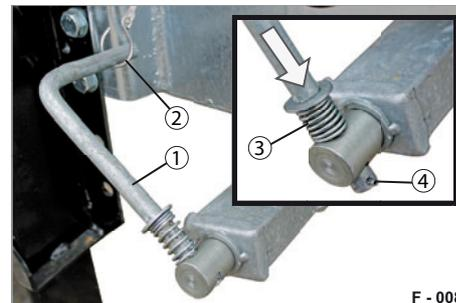
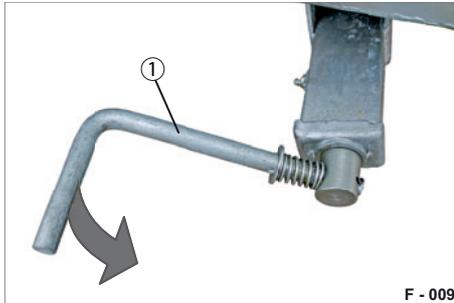

Abb. 14 Spindel-Feststellbremse gesichert
Abb. 15 Spindel-Feststellbremse lösen
- ▶ Drücken Sie die Kurbel (Abb. 14/1) gegen die Druckfeder (Abb. 14/3).
- ▶ Drehen Sie den Kurbelgriff (Abb. 14/1) gleichzeitig um, so dass der Stift (Abb. 14/4) einrastet. Kurbelgriff zeigt zum Fahrgestell.
- ▶ Stülpen Sie den Haken des Sicherungsseils (Abb. 14/2) über die Kurbel. Die Spindel-Feststellbremse ist gegen unbefugtes Lösen gesichert.
- ▶ Lösen Sie den Haken (Abb. 14/2) von der Kurbel (Abb. 15/1).
- ▶ Drehen Sie den Kurbelgriff (Abb. 14/1) um.